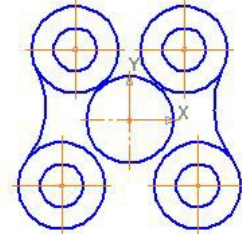

Рис.1,д
6. Удалим части этих окружностей (Рис.1,д), воспользовавшись командой  «Усечь кривую» «Инструментальной панели редактирования» , указав курсором на части дуг окружностей, подлежащих удалению.